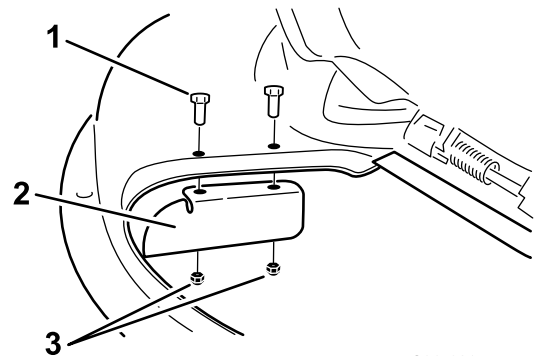

Bild 34
- Befestigen Sie das Versatzablenklech am Mähwerk (Bild 34).
3. Entfernen Sie das Versatzablenkblech vom Mähwerk (Bild 34).